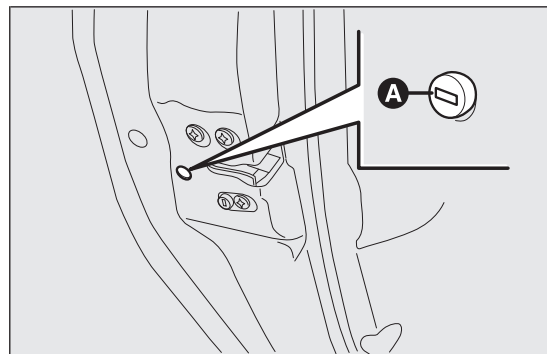

fig. 70
- ☐ insérer la pièce métallique de la clé de démarrage dans le logement A fig. 70 ;